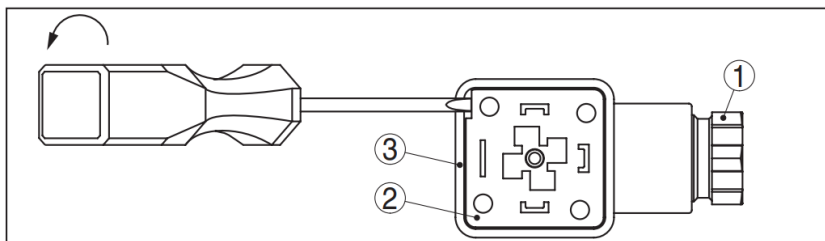

Рис. 6. Процедура розбирання розетки роз'єма Датчика.
- 2) Послабте, не викручуючи повністю, ущільнювальний гвинт кабельного вводу (рис.6, поз.1).
- 3) За допомогою плоскої викрутки вийміть вставку розетки з корпусу розетки, як показано на рис. 6.
- 7) Зафіксуйте вставку розетки у її корпусі як це показано на рис. 6.
- 8) Затисніть ущільнювальний гвинт кабельного вводу (рис.6, поз.1).